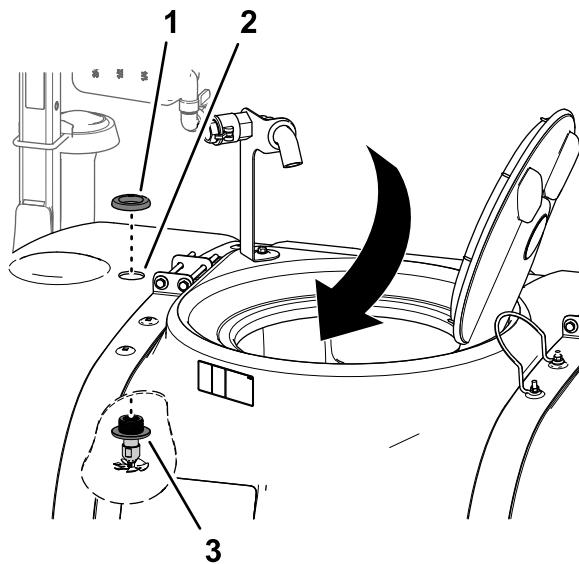

Figura 22
3. Nel foro anteriore di 4,5 cm nel serbatoio di irrigazione, ripetete i passaggi da 1 a 2 per l'altro gruppo ugelli di lavaggio (Figura 22).